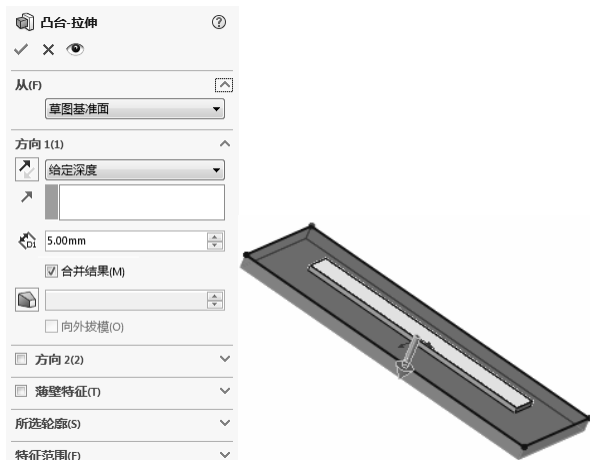

图 10-198 进行拉伸操作
⑤ 生成拉伸特征。单击“特征”控制面板中的 （拉伸凸台/基体）按钮，或选择“插入” → “凸台/基体” → “拉伸” 菜单命令，系统弹出“凸台-拉伸”属性管理器，在“方向1”的“深度”文本框中输入数值“5”，如图 10-198 所示。单击 ✓（确定）按钮。